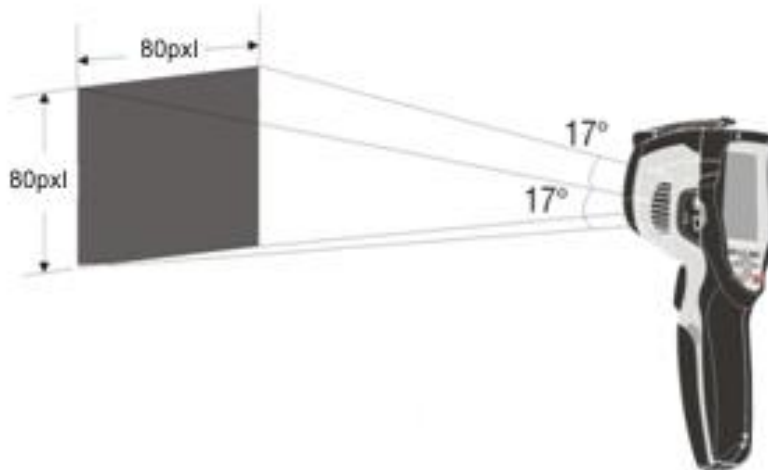

Fig. 35: Representación del campo visual (FOV) del instrumento (THT45, THT45W)
4. Para medidas precisas de temperatura asegúrese que la superficie del objeto en prueba sea siempre mayor que la superficie efectivamente medible por el instrumento expresada por su campo visual (FOV = Field Of View). El instrumento THT45W tiene un campo visual igual a 17° x 17° y un vector de obtención de 80x80 (6400) pxl (vea Fig. 35) (THT45, THT45W) o 160x120 (19200)pxl (THT46)